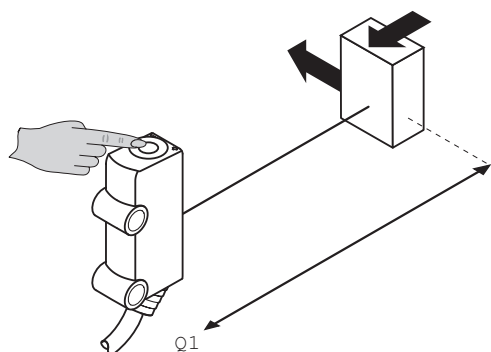

図 54: 検出距離の設定
- 1 対象物を任意の間隔で機器の光軸内に配置します (最小および最大検出距離に注意: 参照 図 54, ページ 150)。